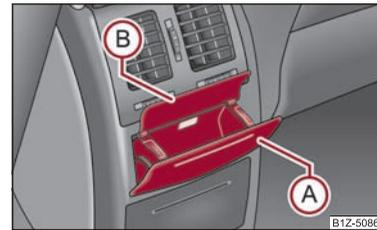

Fig. 85 Console centrale haute: Cendrier AR
- Appuyez sur la partie supérieure du couvercle du cendrier, au niveau (A) ⇒ fig. 85.